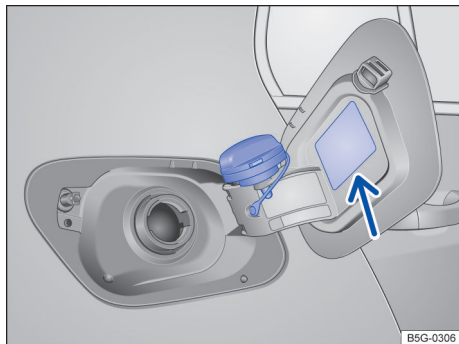

Fig. 139 Atrás da portinhola do tanque: tampa do tanque.
- Girar a tampa do tanque para fora e introduzi-la na abertura prevista na portinhola do tanque → Fig. 139.